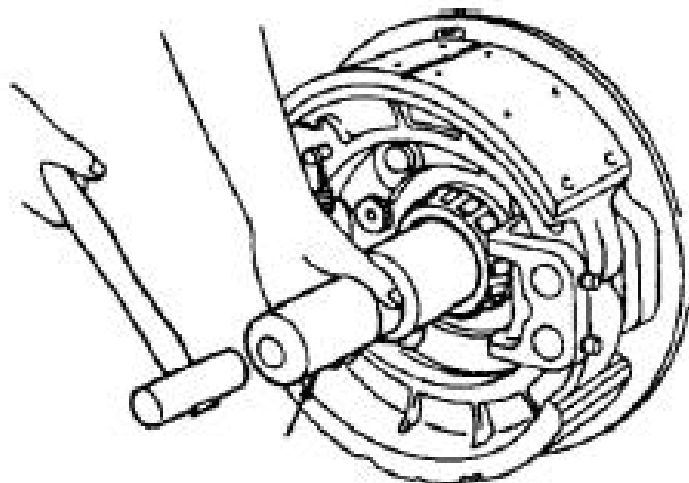
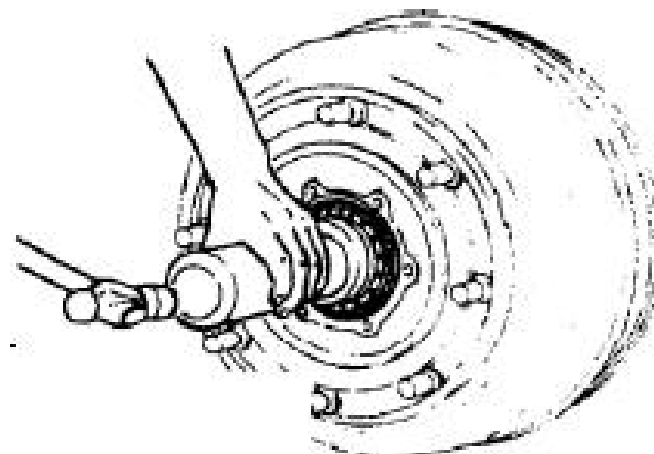

图 7-7
图 7-8
- (1) 将制动器总成安装到转向节上。
- (2) 装回位弹簧。
- (3) 装前油封座圈总成。
- (4) 装前轮毂内轴承内圈总成。(图 7-7)
- (5) 往轮毂内腔中加注润滑脂(根据内腔大小加注内腔容积的 1/3~1/2)。
- (6) 装前轮毂制动鼓总成。
- (7) 装前轮毂外轴承内圈总成。(图 7-8)